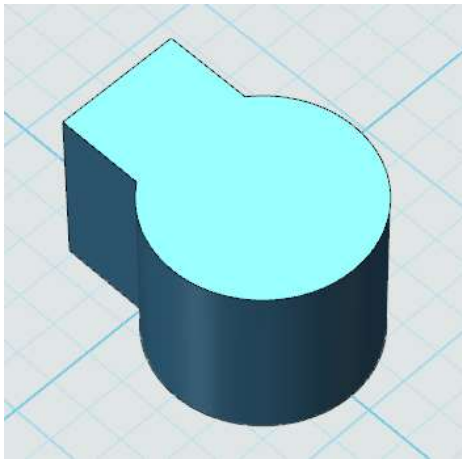

图 7-4
2.点击绘制好的草图，选择拉伸命令。高度为 21.5。完成后如图 7-4 所示。